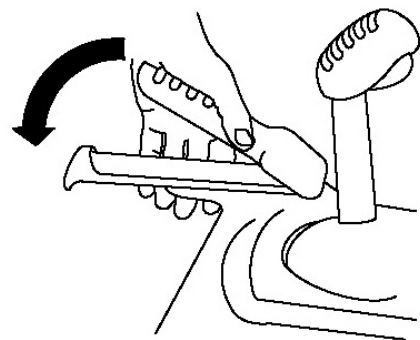

Рисунок 13.
3. левой рукой прижмите рычаг хода к рукоятке (Рис. 13).
6.левой рукой прижмите рычаг хода к рукоятке (Рис. 13).